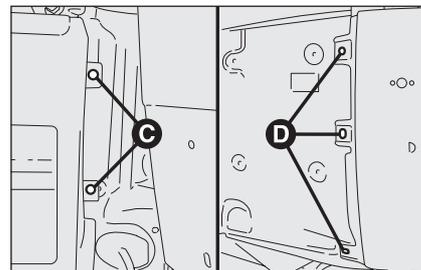

fig. 30c
- dévisser les deux fixations C côté porte battante arrière, repérables en ouvrant légèrement la porte fig. 30c;
- dévisser les trois fixations latérales D sur le côté longeron, repérables après avoir retiré la moulure latérale fig. 30c. Pour démonter la moulure, il faut dévisser les trois vis autofileteuses inférieures et couper avec précaution les cliquets à ressort pour éviter de les briser. En cas de rupture d'un ou de plusieurs cliquets, il faut les remplacer: